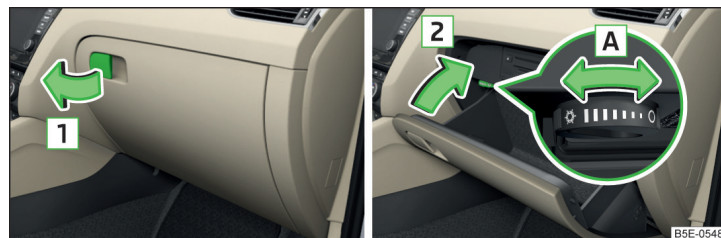

Fig. 98 Abrir compartimento guardaoobjetos / manejar la entrada de aire
► Tire del tirador la tapa en el sentido de la flecha **1** » fig. 98 y abata ésta.
► Gire la tapa hacia arriba contra el sentido de la flecha **2** » fig. 98 hasta que se oiga que se encastra.
Girando el interruptor rotativo en sentido de la flecha **A** hasta el tope, puede operarse el suministro de aire » **fig. 98**.